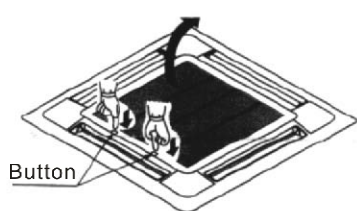

Abb. 1
- 1) Drücken Sie die Taste am Gitter, und heben Sie dann ein Ende der Taste an. (siehe Abb. 1)